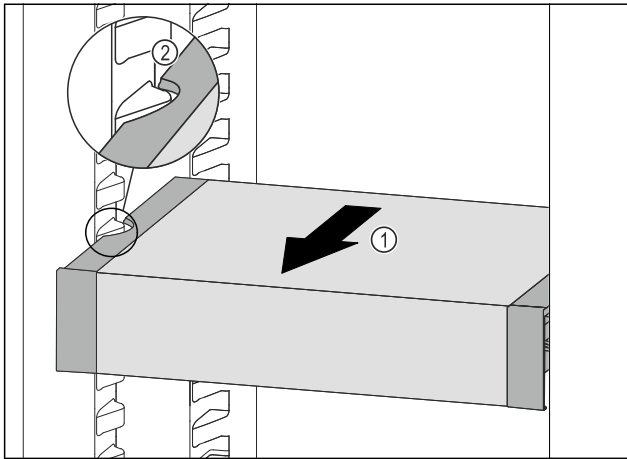

Fig. 70
- ▶ VarioSafe nach vorne ziehen Fig. 70 (1), bis sich die seitlichen Aussparungen des VarioSafes auf Höhe der Behälterrippe im Kühlteil befinden. Fig. 70 (2)